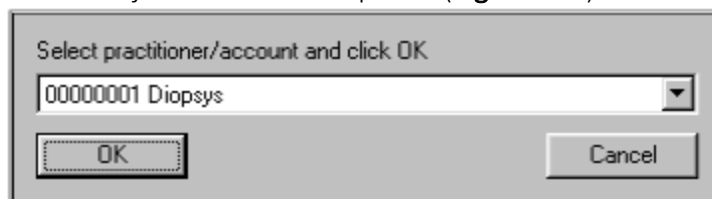

Figura 110: Janela de Seleção de Profissional / Conta Enfant®
4. Selecione a conta desejada no menu suspenso (**Figura 110**)